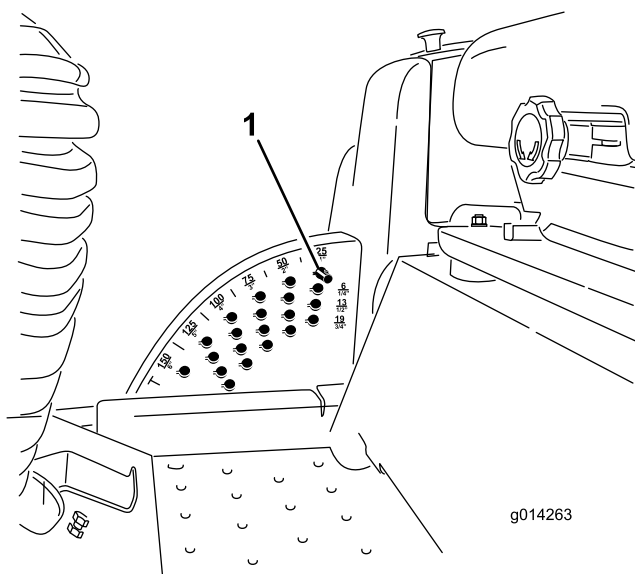

Рисунок 19
1. При работающем двигателе переместите переключатель подъема деки назад, пока режущий блок не поднимется полностью, а затем **немедленно отпустите переключатель**, как показано на Рисунок 19.
2. Поверните стопорный штифт высоты скашивания так, чтобы его выступы совпали с прорезями в отверстиях кронштейна высоты скашивания, и выньте штифт (Рисунок 19).
3. Выберите отверстие в кронштейне высоты скашивания, соответствующее необходимой высоте скашивания, вставьте штифт и, нажимая на него, поверните так, чтобы он зафиксировался в отверстии (Рисунок 19).
Примечание: В кронштейне есть четыре ряда отверстий (Рисунок 19). Верхний ряд обеспечивает высоту скашивания, указанную над штифтом. Второй ряд обеспечивает указанную высоту скашивания плюс 6 мм. Третий ряд обеспечивает указанную высоту скашивания плюс 12 мм. Нижний ряд обеспечивает указанную высоту скашивания, плюс 18 мм. Для положения 15,8 см имеется только 1 отверстие, расположенное во втором ряду. Это положение соответствует высоте скашивания 15,8 см, и к нему не добавляется 6 мм.